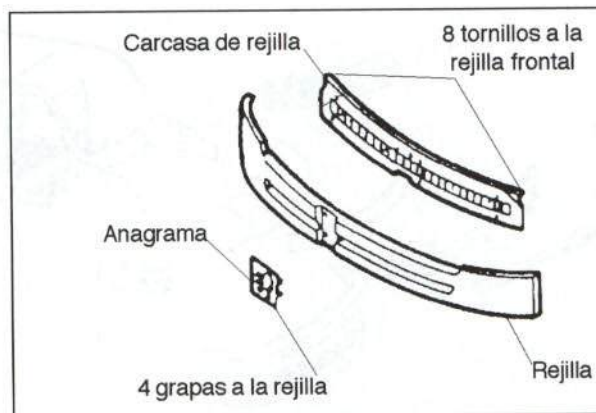

Figura 15.- Comercialización de la rejilla frontal
El fabricante la comercializa completa, como pieza de recambio independiente, pudiendo adquirir su carcasa interior y anagrama (figura 15).
- Paragolpes (figura 15).